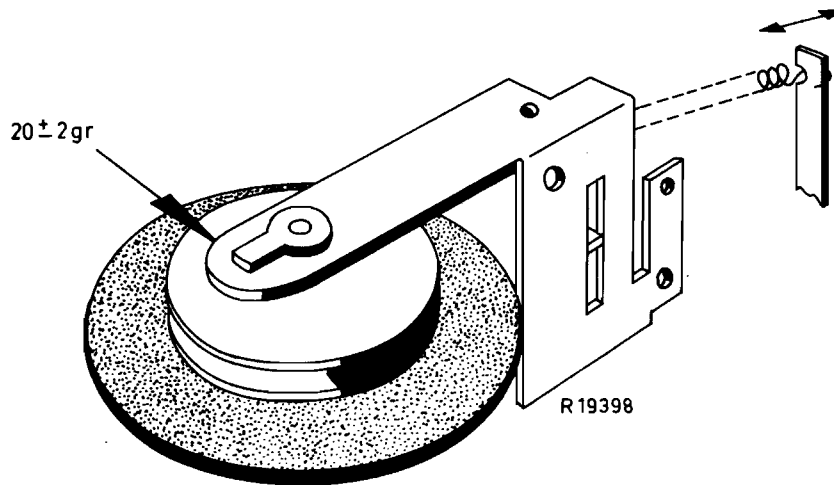

Fig.10
5. De kracht waarmee het tussenwiel naar binnen getrokken wordt moet liggen tussen 18 en 22 gr. gemeten aan het uiteinde van de tussenwielbeugel (zie fig. 10).